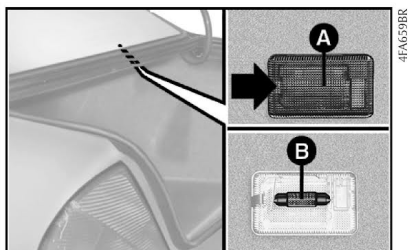

fig. 45
- 1) Retirar o grupo porta-lâmpadas e a lente **A**-fig. 45 empurrando com uma chave de fenda as lingüetas de retenção.